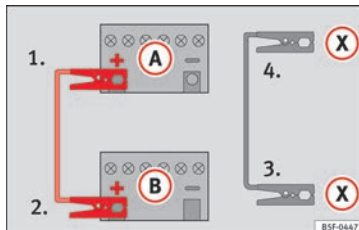

Bild 71 Skiss över anslutning i fordon med start-/stoppsystem.
- *Fordon med start-/stoppsystem:* Anslut ena änden av den svarta startkabeln (X) till en lämplig jordpunkt, en fast metalldel på motorblocket eller till själva motorblocket » » bild 71.
5. Anslut andra änden av den svarta startkabeln (X) till en solid metalldel som är kopplad till motorblocket eller till själva motorblocket i bilen med det urladdade batteriet. Anslut den inte till någon punkt i närheten av batteriet (A).